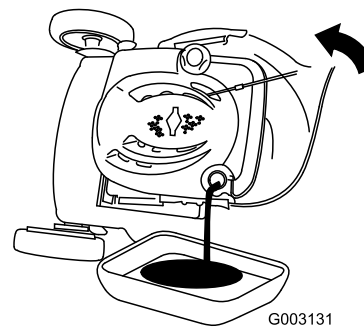

Рисунок 37
7. Переверните машину на одну сторону так, чтобы маслозаливная горловина была направлена вниз, для слива отработанного масла через маслозаливную горловину на поддон для сбора масла (Рисунок 37).